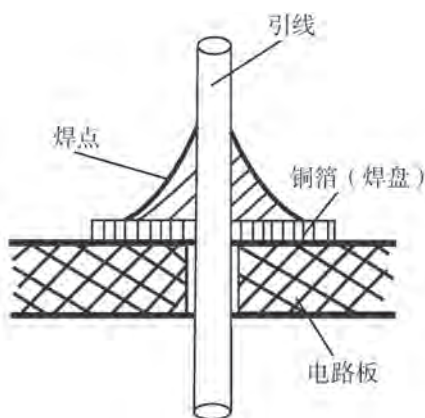

图3.23 焊点剖面示意图
(4) 依五步法正确焊接元器件（详见《电子控制技术》），焊点剖面示意图如图3.23所示。